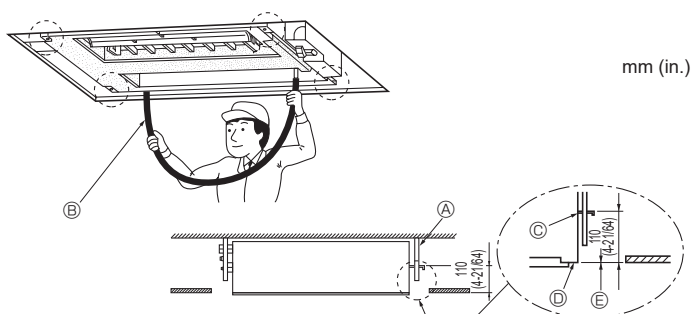

Fig. 2-7
1. Enfiler à l'avance les rondelles d'étanchéité ① ② (fournies) et leurs écrous (à se procurer sur place) dans les boulons de suspension.
- * Procéder dans l'ordre suivant (à partir du haut) : écrou, rondelle isolée ②, rondelle sans isolant ①, deux écrous.
- * Placer la rondelle isolée ② avec la surface isolée tournée vers le bas, comme illustré.
2. Soulever l'appareil pour le mettre en place, en l'alignant correctement sur le boulon de suspension. Passer le support entre les rondelles ① et ②, qui sont déjà en place et l'attacher. Procéder de la même manière pour les quatre emplacements.
5. Serrer tous les écrous. (Fig. 2-7)